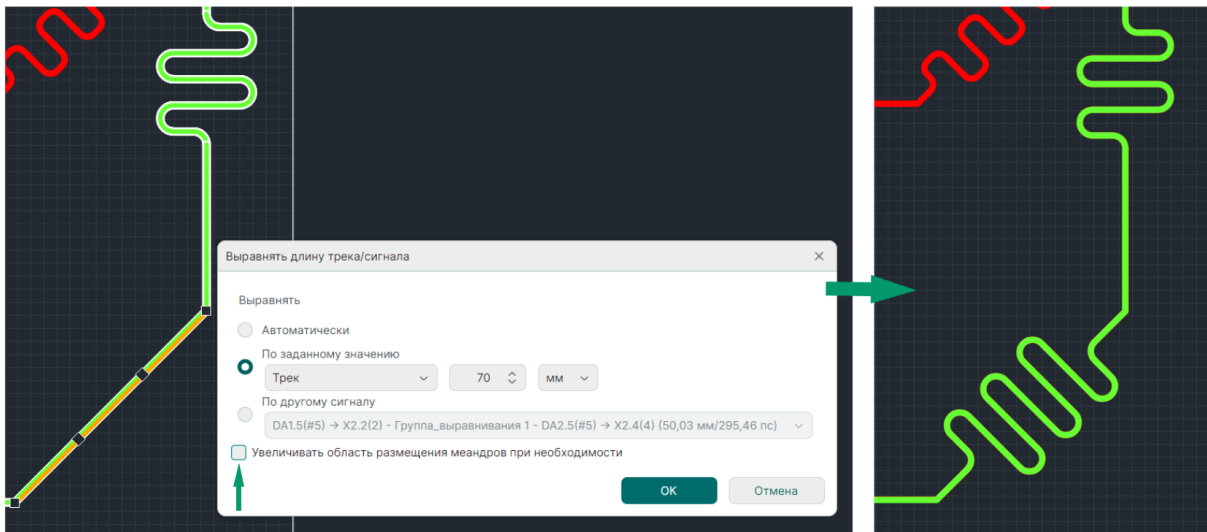

Рис. 396 Размещение дополнительного меандра
- Для выравнивания длины трека/сигнала с размещением дополнительного меандра может быть выделен трек целиком или сегмент, предпочтительный для расположения меандра. В этом случае флаг в чек-боксе «Увеличивать область размещения меандра при необходимости» не имеет значения, см. Рис. 396.